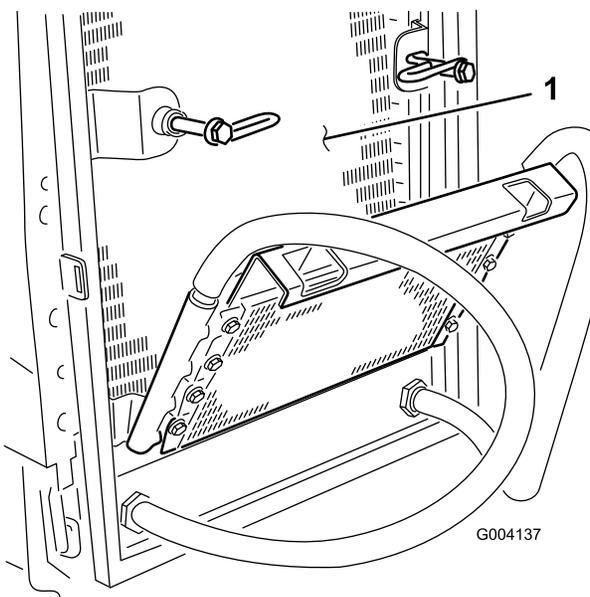

Figure 74
6. Nettoyez soigneusement les deux côtés du refroidisseur d'huile et du radiateur (Figure 74) à l'air comprimé.